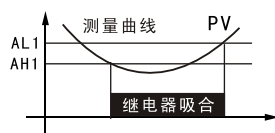

图2
- (3) 设定 AH1<AL1, 当测量值 $\leq$ AH1时, 继电器吸合; 当测量值 $\geq$ AL1时继电器释放。继电器动作情况见图2, 常用于下限报警。
- (4) 吸合值不等于释放值, 其之间的区域构成回程不动作区。通常回程不动作区为3~5个字。